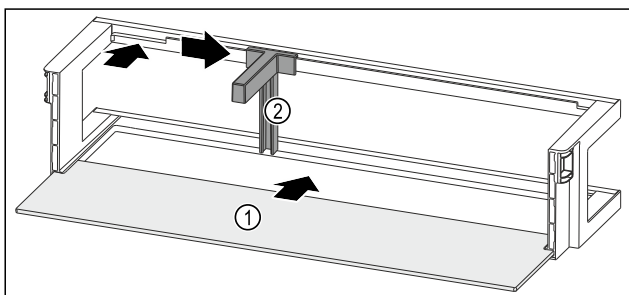

Fig. 240 Дверная полка со съемной полкой
- ▶ Вдвиньте съемную полку Fig. 240 (1) в боковые пазы.
- ▶ Установите держатель для бутылок Fig. 240 (2) в выемку.
- ▶ Сместите держатель для бутылок Fig. 240 (2) в нужное положение в сторону.